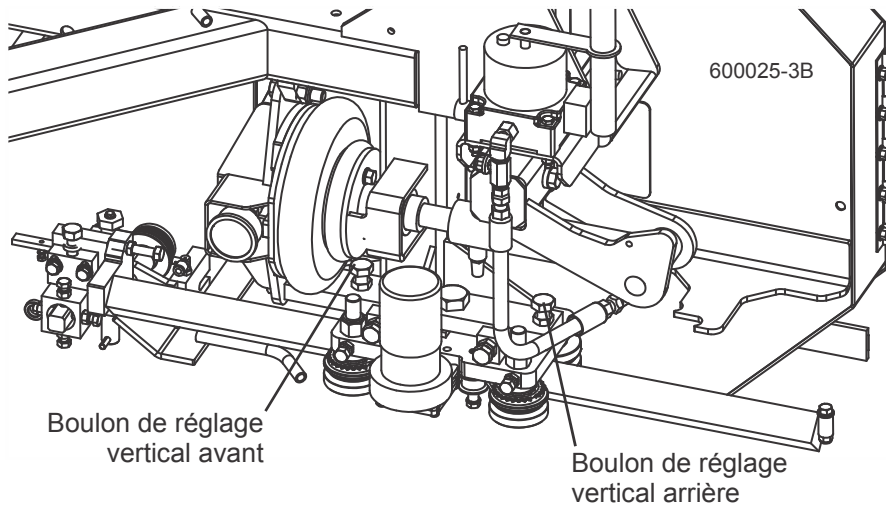

**FIG. 7-33**
**Voir Figure 7-33.** Réglez le bras guide-lame à 15 mm de son ouverture totale. Mesurez la distance à partir du bas du bloc de montage du guide-lame jusqu'au support du banc. Cette distance doit être de 15" (376.5 mm). Si les .le bras guide